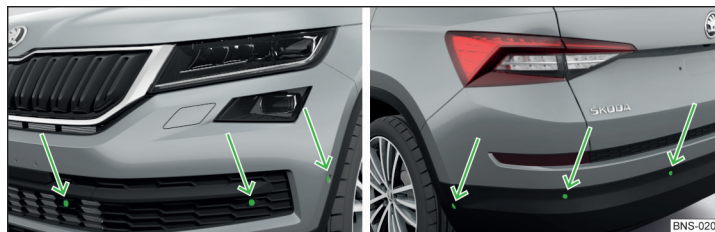

Fig. 267 Lieu d'installation des capteurs sur le côté gauche du véhicule : avant/arrière
- Maintenir les capteurs du système » fig. 267 à la page 234 propres ainsi que dépourvus de toute neige ou glace et ne jamais les recouvrir au risque d'entraver le fonctionnement.
Le système calcule sur la base d'ondes ultrasons la distance entre le pare-chocs et un obstacle. Les ondes ultrasons se trouvent, selon l'équipement du véhicule, dans le pare-chocs arrière ou également dans le pare-chocs avant » fig. 267.